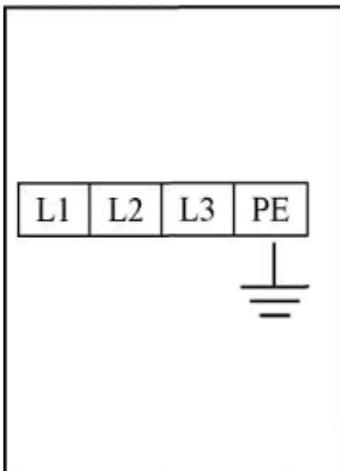

Figura 16
- ligação de alimentação eléctrica: os 400 fios trifásicos de quatro fios (4*2,5mm²) para alimentação eléctrica são ligados aos terminais 1#, 2#, 3#. O PE é ligado ao fio de terra. **(Figura 16)**